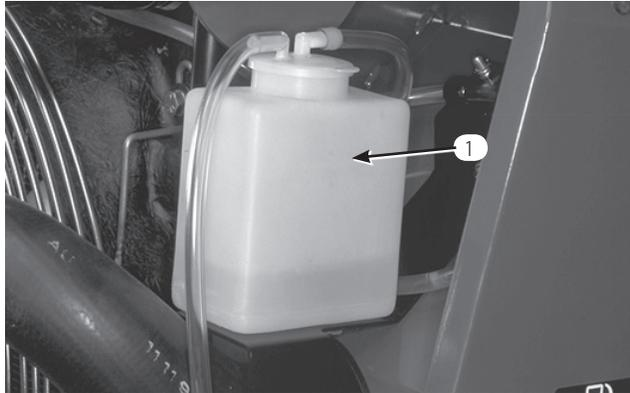

図 5
1. ラジエターのふた (図6) と補助タンクのふた (図5) を注意深く開ける。